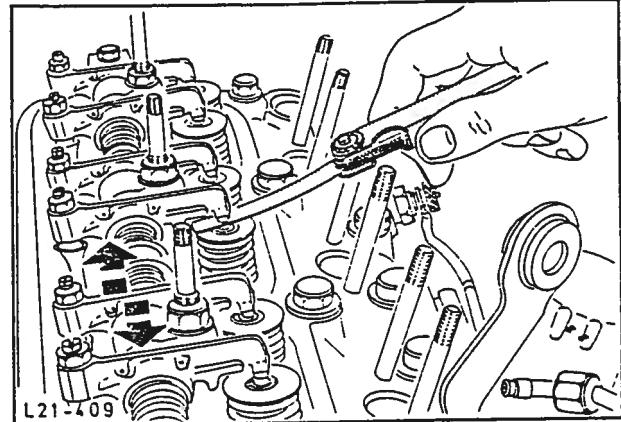

Fig. 113 Justering av ventiklaringer.
15. Juster ventiklaringene, fig. 113 (se operasjon 21 213). Drei alltid motoren rundt i normal omløpsretning når dette gjøres.